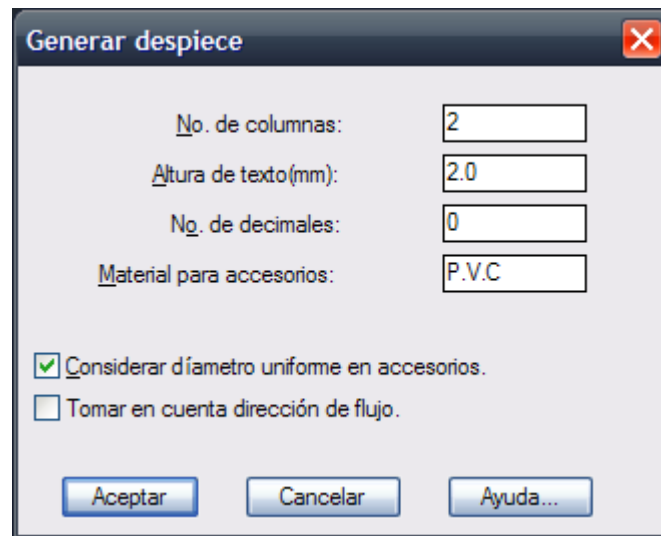

Fig. 9: caja de diálogo para generar despiece
9. Seleccione la rutina para dibujar despiece de cruceros (**CivilCAD > Módulos > Redes de agua potable > Nodos > Cruceros > Generar despiece**). Acepte los valores y opciones que se proponen en la caja de diálogo (Fig. 9).